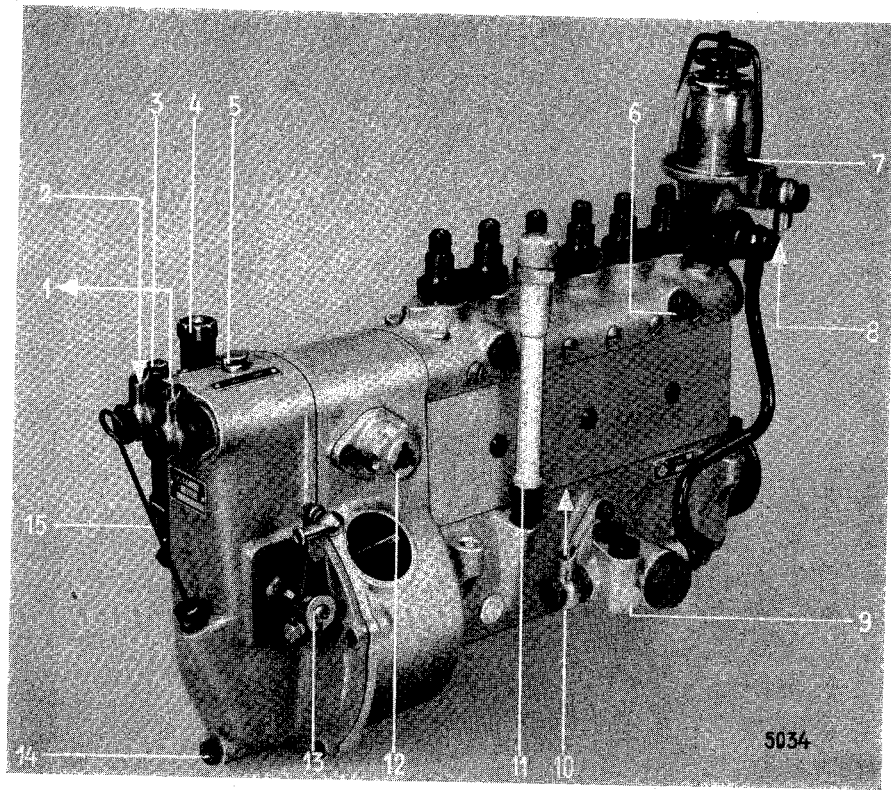

Fig. 41 Vue de la pompe d'injectoin SAURER
La pompe d'injection SAURER (fig. 41) est du type à pistons multiples, dont le nombre correspond à celui des cylindres du moteur ; ils sont disposés en ligne dans un carter. Les pistons de la pompe sont actionnés par des poussoirs commandés par un arbre à cames commun et travaillent à course constante. La variation de la quantité de combustible se fait par rotation des pistons, qui portent une rainure oblique et agissent comme des tiroirs de distribution. Une ouverture du cylindre est libérée par la rainure et provoque la fin de l'alimentation après une course plus ou moins grande du piston de pompe. Le combustible est amené aux pistons de pompe par un canal longitudinal 2 placé à l'arrière, et le surplus de combustible est expulsé dans le canal longitudinal 1 placé à l'avant. De là le combustible passe dans une soupape de surpression, réglée comme celle du filtre à la pression de 1-1,2 atm, et revient au réservoir. Afin que la plus grande partie du surplus de combustible passe par la chambre d'aspiration de la pompe, la soupape de surpression du filtre porte un trou de freinage de 1 mm  $\varnothing$ . Cette disposition permet un bon balayage et purge l'air de la chambre d'aspiration de la pompe.
**Dispositif de surdosage :** La pompe SAURER permet l'injection d'une quantité de combustible supérieure à celle admissible pour la pleine charge et assure par ce moyen une mise en marche plus facile du moteur. Un bouton (Fig. 41) placé sur le côté du régulateur peut être tiré, ce qui produit un surdosage du moteur si l'on met plein gaz. Aussitôt qu'on lâche la pédale des gaz, le bouton revient à sa position primitive, et la pompe fonctionne à nouveau normalement sans surdosage.